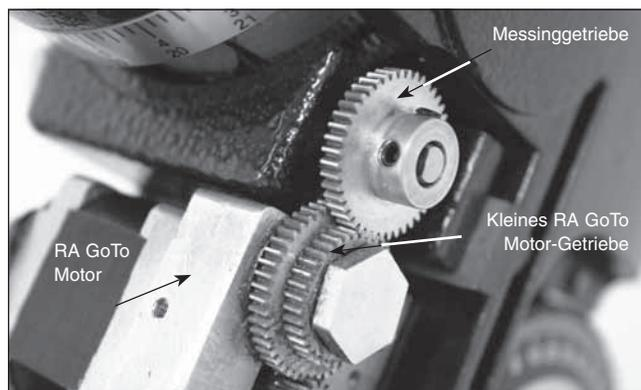

Abbildung 6. Richtig miteinander verzahnte Zahnrad (RA)
5. Stellen Sie sicher, dass die Zähne des **kleineren** Motorbaugruppengetriebes korrekt mit den Zähnen des Messinggetriebes ineinandergreifen (**Abbildung 6**). Stellen Sie ebenfalls sicher, dass die Zahnrad nicht zu fest zusammengedrückt sind. Sie müssen ggf. die Art wie die Zahnrad ineinandergreifen durch Anziehen oder Lösen der Innensechskantschraube anpassen, die verwendet wird, um die RA GoTo Motoreinheit an der Halterung und/oder mit den kleinen Stellschrauben auf dem Messinggetriebe zu verbinden. Wenn die Zahnrad nicht richtig ineinandergreifen oder zu fest zusammengedrückt werden, dann wird das Laufwerk nicht richtig oder gar nicht verfolgen. Dieser Befestigungsprozess ist kompliziert, und es können einige Anpassungen notwendig sein, bevor die Zahnrad richtig ineinander greifen.